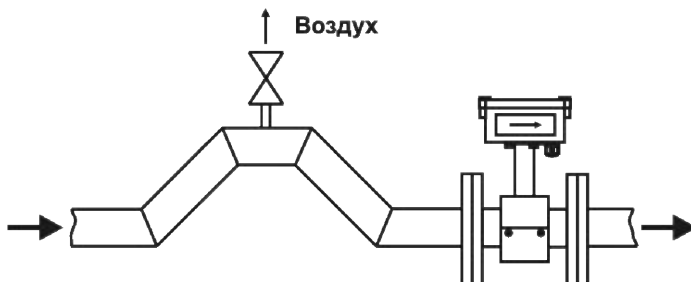

Рисунок 2.3 – Установка расходомера в верхней точке трубопровода
2.3.3.9. В случае невозможности установки расходомера в рекомендуемых пунктом 8 местах, допускается его монтаж в верхней точке системы. При этом в обязательном порядке следует установить воздушный клапан для стравливания скопившегося воздуха в атмосферу, рисунок 2.3.